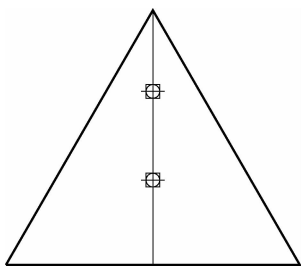

图 2-58 三等分垂线
- (5) 使用“定数等分”命令将垂线三等分，如图 2-58 所示。